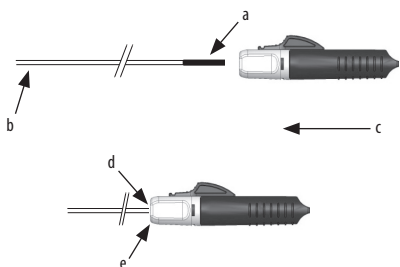
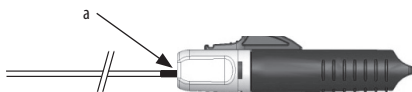

Figura 1.
Figura 2.
3. Țineți capătul proximal al pistonului implantului la capătul distal al PLI (positive load indicator, indicator de încărcare pozitivă). Avansați dispozitivul de detașare instantanee (D.I.) peste pistonul de amplasare până când PLI intră complet în con și pistonul de amplasare este plasat ferm în dispozitivul de acționare (vezi Figura 1).
Notă: Dacă PLI este încă vizibil, ca în Figura 2 de mai jos, dispozitivul de detașare instantanee (D.I.) trebuie să fie avansat în continuare până când pistonul de amplasare este așezat complet în con, ca în Figura 1 de mai sus.